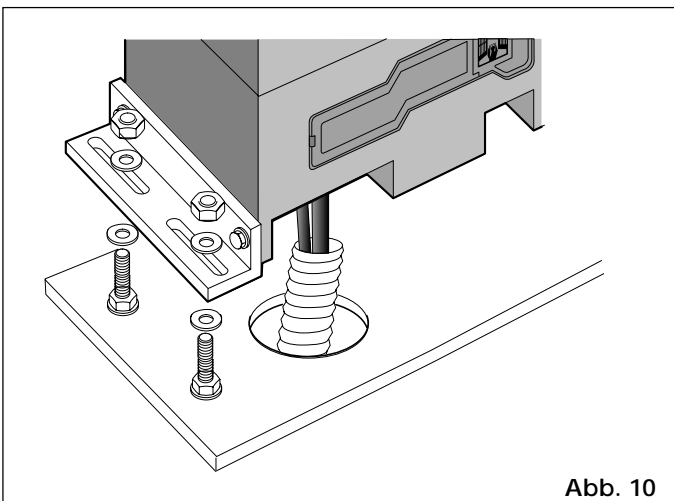

Abb. 10
- 3) Den Antrieb gemäß Abb. 10 auf die Fundamentplatte setzen.